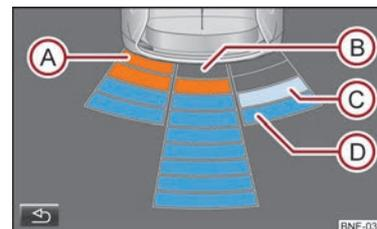

Abb. 62 Bildschirmanzeige des optischen Parksystems.
- A** Ein im Kollisionsbereich erkanntes Hindernis wird durch das orangefarbene Segment dargestellt → Abb. 62. **Nicht weiterfahren!** → .
- Durch das Antippen der Funktionstaste  im Bildschirm des Navigationsgeräts → Abb. 62.